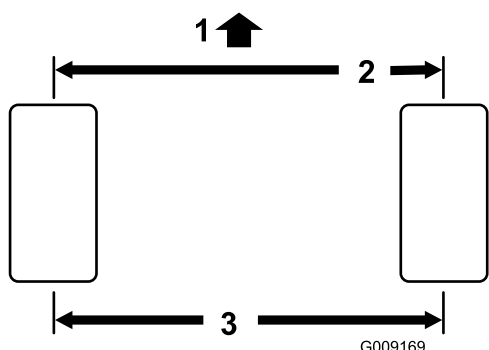

**Figura 97**
**Nota:** El ajuste de convergencia de las ruedas traseras es correcto si la diferencia entre la medida delantera y la trasera es de 6 mm o menos (Figura 97).